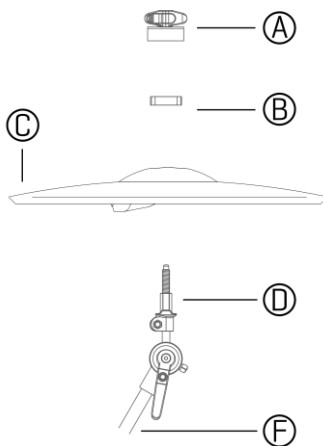

Abbildung 2
- 1 Schrauben Sie den Beckensitz (D) auf einen Beckenarm mit 8mm Beckendorn (F).
- 2 Platzieren Sie das Becken (C) auf Beckensitz (D), gefolgt von der Drehsicherung (B). *Abbildung 2*